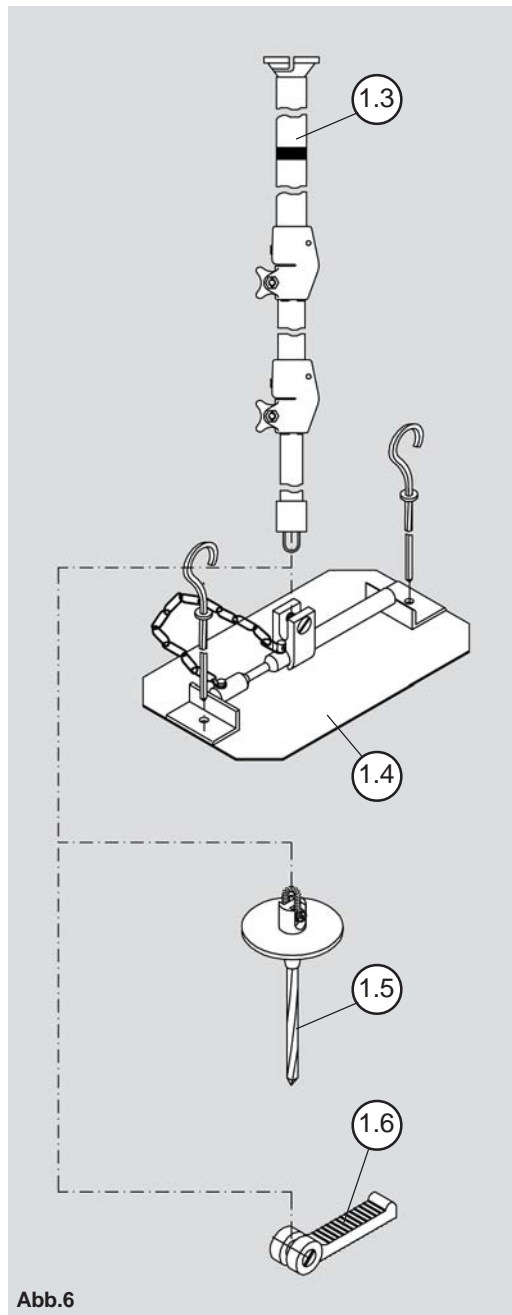

Abb.6
**Pos. 1.3 (Abb.6):**
**Pos. 1.4 (Abb.6):**
**Pos. 1.5 (Abb.6):**
**Pos. 1.6 (Abb.6):**